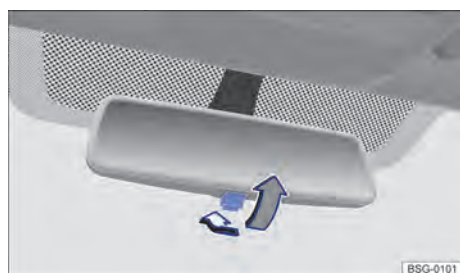

Abb. 90 An der Frontscheibe: Manuell abblendbarer Innenspiegel.
- Zum Abblenden Hebel nach hinten ziehen → Abb. 90.